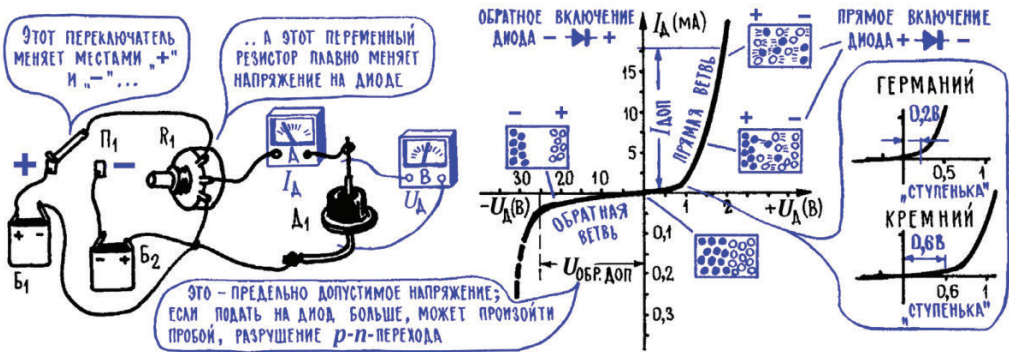
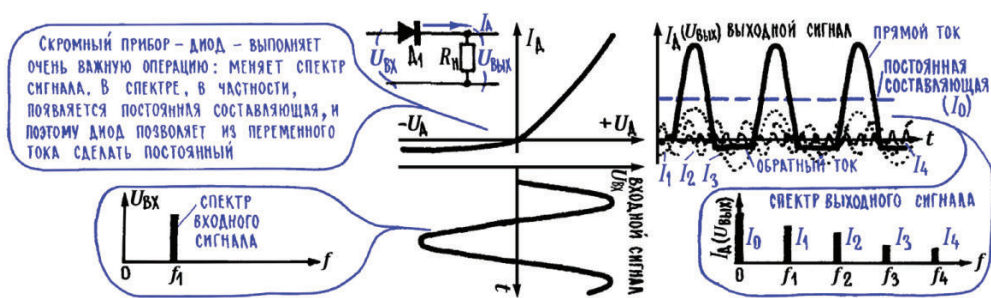
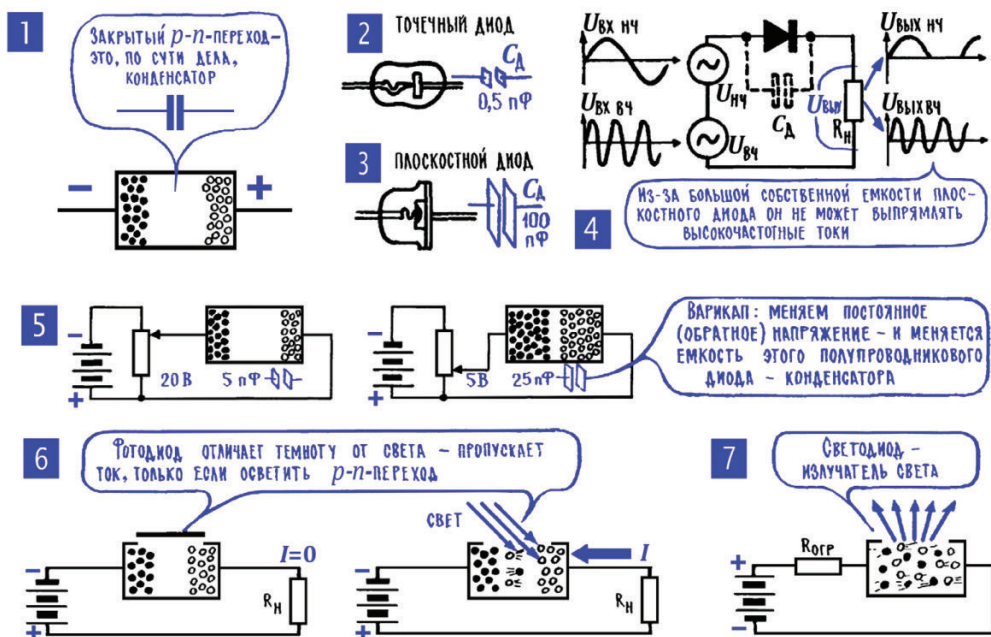

Рис. 9.5. Вольт-амперная характеристика диода
Рис. 9.6. Выпрямительные функции диода
Рис. 9.7. Различные функции диодов
О событиях в полупроводниковом диоде рассказывает его основная характеристика – зависимость тока через диод от приложенного к нему напряжения (рис. 9.5). На некоторые участки этой, как ее называют, вольт-амперной характеристики следует обратить внимание. Прежде всего мы видим, что на ее прямой ветви есть небольшой загиб, ступенька – в области малых напряжений (у германия примерно до 0,2 В, у кремния – до 0,7 В) прямой ток нарастает незначительно. Такой загиб характеристики появляется вследствие некоторых сложных процессов в $p-n$ -переходе, он может стать причиной нелинейных искажений сигнала (гл. 8; 8, 11).
Примечание редактора. Прямое и обратное сопротивление диода (и p - n -перехода вообще) – параметр в значительной степени условный и в справочниках никогда не указывается. Для того чтобы понять причину, достаточно посмотреть на вольт-амперные характеристики диода (рис. 9.5) – они носят экспоненциальный характер, то есть принципиально нелинейны, и в каждой точке такой характеристики сопротивление (отношение напряжения на переходе к протекающему току) будет иметь свое значение, к тому же меняющееся с температурой. Тем не менее обычное (активное) сопротивление у диодов, конечно, имеется, как у всяких проводников, просто не оно определяет свойства диодов. Активное сопротивление диодов может выражаться, например, в том, что график вольт-амперной характеристики не стремится к вертикальной прямой, а свыше некоторого значения тока возрастает с небольшим наклоном. Вольт-амперные характеристики различных реальных диодов исследуются в *Практикуме* к этой главе.
12. Под действием переменного напряжения в цепи диода появляется пульсирующий ток. До сих пор мы подводили к диоду постоянные напряжения, теперь попробуем подвести переменное. Что при этом произойдет, легко узнать, если к вольт-амперной характеристике (рис. 9.5) пристыковать график переменного напряжения, подобно тому, как мы это делали, рассматривая работу громкоговорителя (рис. 8.7). Пользуясь этими двумя состыкованными графиками – вольт-амперной характеристикой и графиком переменного напряжения, – легко построить третий, график тока, который пойдет в цепи диода (рис. 9.6). Без всяких пояснений видно, что по характеру изменения ток, а вместе с ним и выходное напряжение, уже совершенно не похож на входное напряжение. В одну сторону идут значительные импульсы прямого тока, в другую – ничтожно малые импульсы обратного тока. В большинстве случаев можно вообще пренебречь этими небольшими всплесками обратного тока и считать, что в цепи диода есть только токовые импульсы одного направления.
13. Силовые (выпрямительные) и импульсные диоды различаются допустимыми параметрами и собственной емкостью. Полупроводниковый диод – это своего рода конденсатор: зону *n* и зону *p* можно рассматривать как обкладки конденсатора, область *p-n*-перехода – как изолятор между обкладками (рис. 9.7; 1). Емкость полупроводникового диода – это бесплатное приложение к его основному электрическому свойству, к односторонней проводимости. И нужно сказать, во многих случаях приложение весьма вредное. Так, в частности, собственная емкость диода создает нежелательный обходной путь для переменного тока, который нужно направить через диод (рис. 9.7; 4).
Чтобы поднять допустимую величину прямого тока, площадь p - n -перехода в диоде нужно увеличивать – при этом уменьшится прямое сопротивление диода, уменьшится выделяемая на нем тепловая мощность ($P = I^2 \cdot R$), а значит, и опасность перегрева. Но одновременно возрастает собственная емкость диода – чем больше площадь пластин конденсатора, тем больше его емкость. Там, где такая емкость недопустима, скажем в цепях переменного тока высокой частоты, применяются точечные (импульсные) диоды (рис. 9.7; 2). В них p - n -переход имеет очень небольшую площадь. Естественно, что импульсные диоды не могут пропускать большой ток (табл. 9.1), но, к счастью, в подавляющем большинстве случаев от них это и не требуется.
В то же время есть тип полупроводниковых диодов, где главным работающим параметром становится «бесплатное приложение» к односторонней проводимости – собственная емкость диода. Это варикапы, полупроводниковые диоды, которые используются в качестве конденсаторов переменной емкости. Много лет назад, когда варикапов не было и в помине, радиолюбители применяли вместо конденсатора настройки обычные плоскостные диоды – их включали, например, в колебательный контур, одновременно подавали на диод обратное напряжение и меняли его с помощью потенциометра (рис. 9.5). При этом менялась собственная емкость диода, так как менялось расстояние между «обкладками» – чем больше обратное напряжение, тем сильнее оттягиваются p - и n -области от пограничной линии (рис. 9.7; 5).